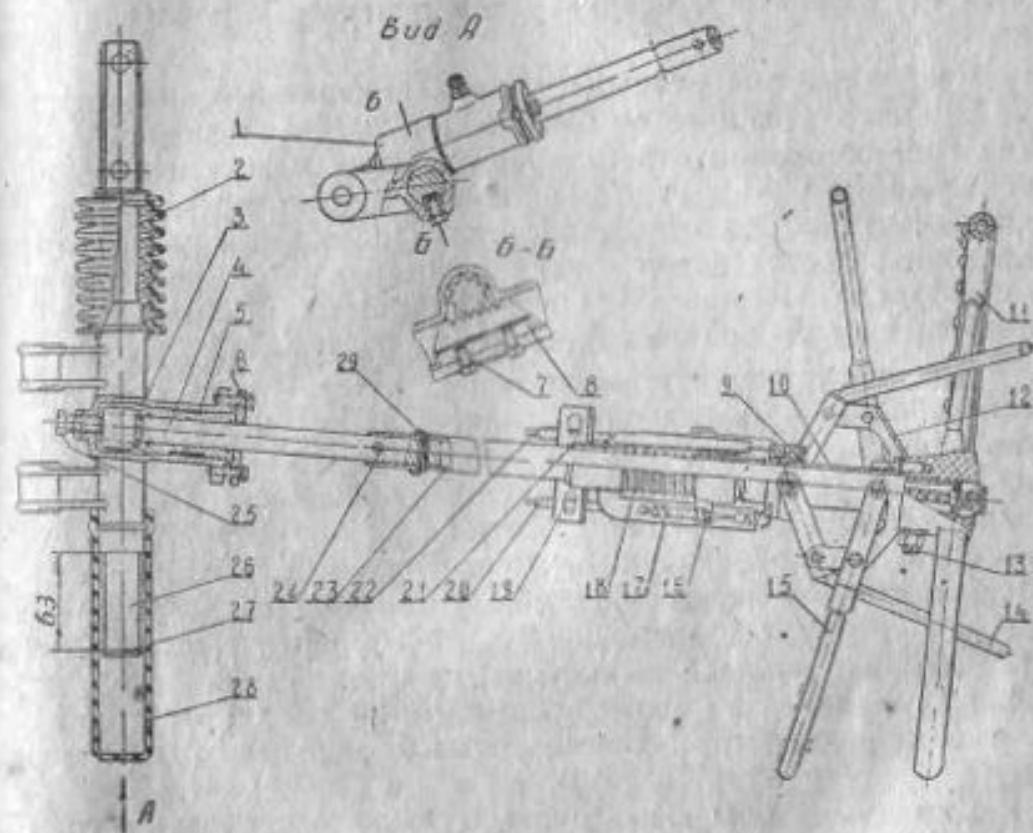

Рис. 38. Рулевое управление
Рулевое управление состоит из рулевого колеса 11 (рис. 38) с рулевым валом 23, рулевого механизма, тяг рулевой трапеции 5 (см. рис. 31) и рычагов 15 поворотных кулаков 24. На рулевом колесе через специальный кронштейн 17 (рис. 38) шарнирно закреплены рычаги привода акселератора 14 и рычаги привода сцепления 15.
На мотоколяске установлен рулевой механизм типа шестерня — рейка (рис. 38). Шестерня 4 расположена в картере 1 рулевого механизма, причем в качестве подшипника для нее служит эксцентриковая втулка 5, которая фиксируется крышкой 6, зажатой двумя болтами
Свободный ход рулевого колеса, измеряемый по наружному диаметру, не должен быть более 20 мм. Если свободный ход больше, нужно отрегулировать зазор между шестерней и рейкой. Перед этим надо приподнять переднюю часть колеса так, чтобы оба колеса висели. После этого необходимо проверить осевой зазор между шестерней 4 и регулировочным болтом 25 (рис. 38). Он должен быть не более 0,15 мм и обеспечить свободное вращение рулевого вала.
Для снятия картера 1 рулевого управления вынимают болт 6 крепления рулевого управления (см. рис. 38) и отсоединяют наконечники рулевых тяг.
После разборки и сборки рулевого механизма замковое кольцо 27, при горизонтальном положении рычагов привода акселератора и сцепления, должно отстоять на 63 мм от края картера как это показано на рис. 38.
7. Через каждые 2000 км пробега поверхности скольжения подшипников акселератора 9, колонки выжима сцепления 10, муфты выжима сцепления 16 (см. рис. 38) смазывать универсальной среднеплавкой смазкой УС-2 или УС-3 ГОСТ 1033—51.